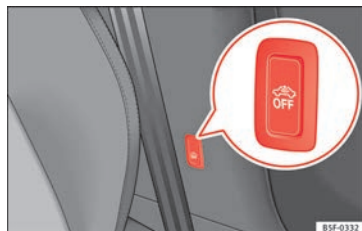

Abb. 135 Taste für Innenraum-/Abschleppschutzüberwachung
- Um die Innenraum- und Abschleppschutzüberwachung auszuschalten, schalten Sie die Zündung aus und drücken Sie die Taste **» Abb. 135**. Die Kontrollleuchte in der Taste leuchtet.